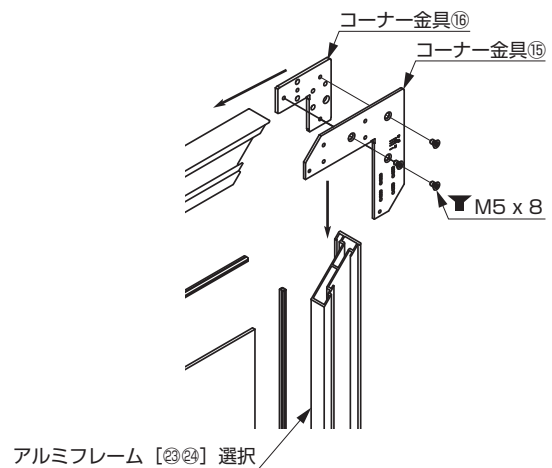

図 2-5-3
- (2)アルミフレーム扉の上側は、コーナー金具⑮および⑯で仮締めしてください。あとで修正することがあるので、ここでは、本締めはしないでください(図 2-5-3)。